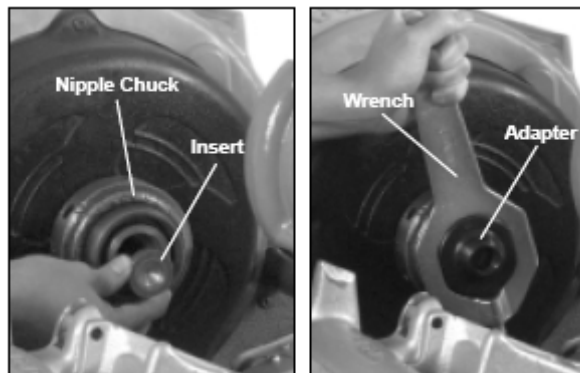

图 16 — 装入适配器
4. 选择尺寸合适的短管夹具套口，用手旋进短管夹具用扳手拧紧（见图 16）。